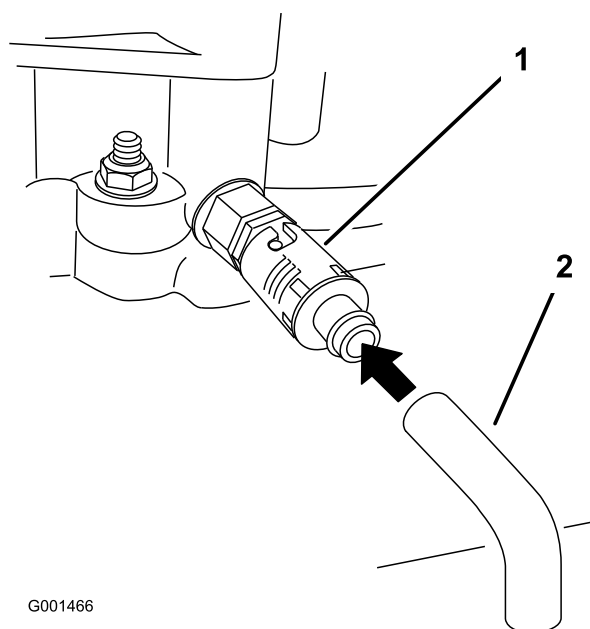

Figure 32
6. Placez un bac sous le flexible de vidange. Tournez le robinet de vidange d'huile pour permettre à l'huile de s'écouler (Figure 32).
8. Enlevez le flexible de vidange (Figure 32).